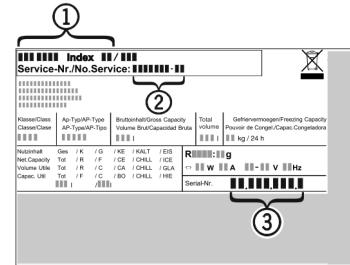

Fig. 17
- ▶ Relever la désignation de l'appareil Fig. 17 (1), le n° de service Fig. 17 (2) et le n° de série Fig. 17 (3) sur la plaquette signalétique. Cette plaquette se trouve sur la paroi intérieure gauche de l'appareil.
- ▶ Informer le S.A.V. et lui communiquer la panne, la désignation de l'appareil Fig. 17 (1), le n° de service Fig. 17 (2) et le n° de série Fig. 17 (3).